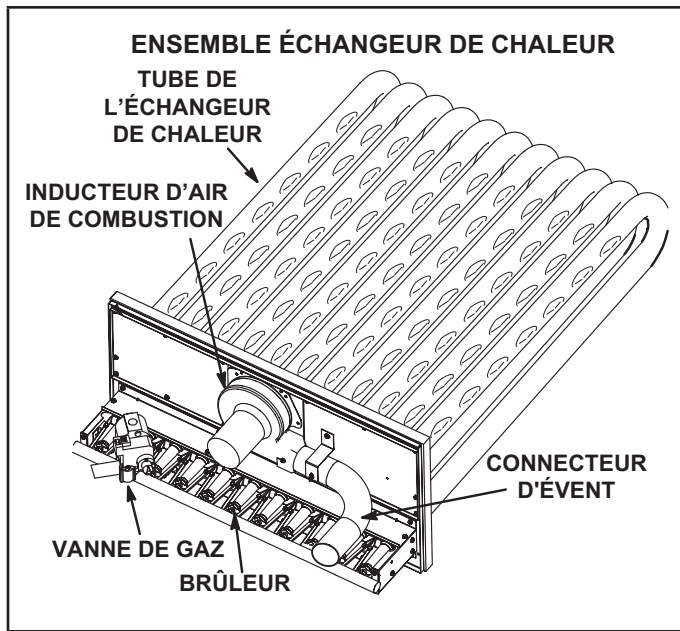

FIGURE 40
- 3 - Retirer et conserver les vis fixant l'inducteur d'air de combustion sur la boîte à fumée. Retirer le connecteur d'évent. Voir FIGURE 40.